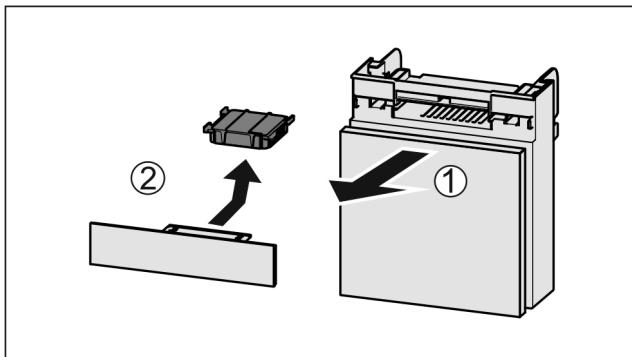

Fig. 52
- Вытянуть Fig. 52 (1) отделение движением вперед.
- Извлечение Fig. 52 (2) фильтра с активированным углем.